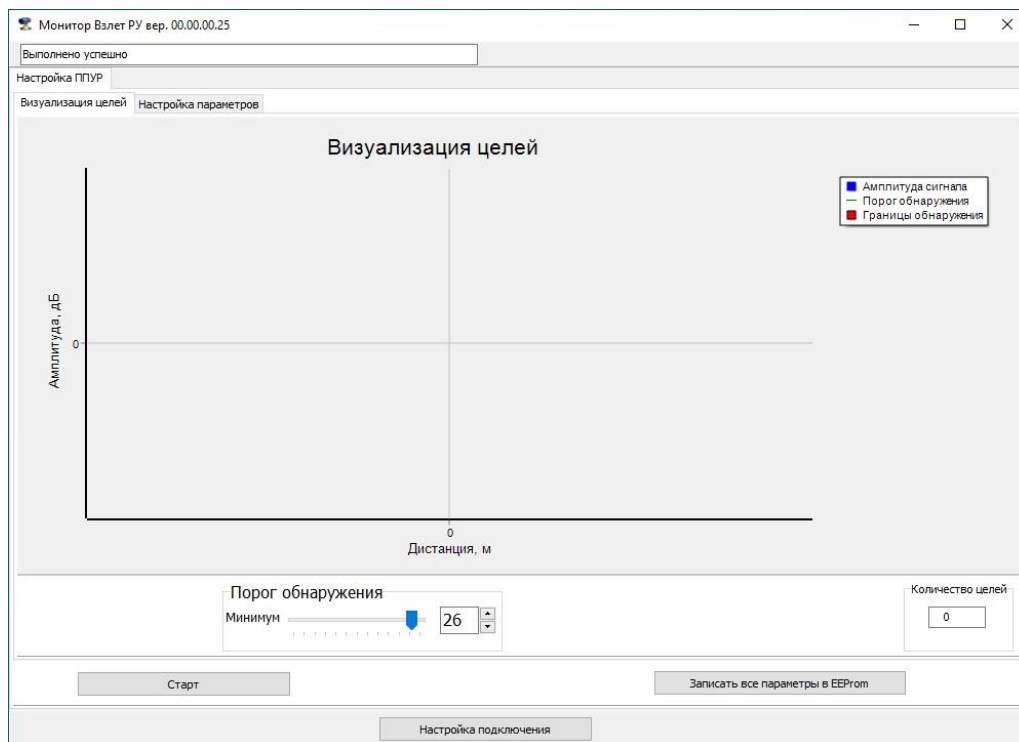
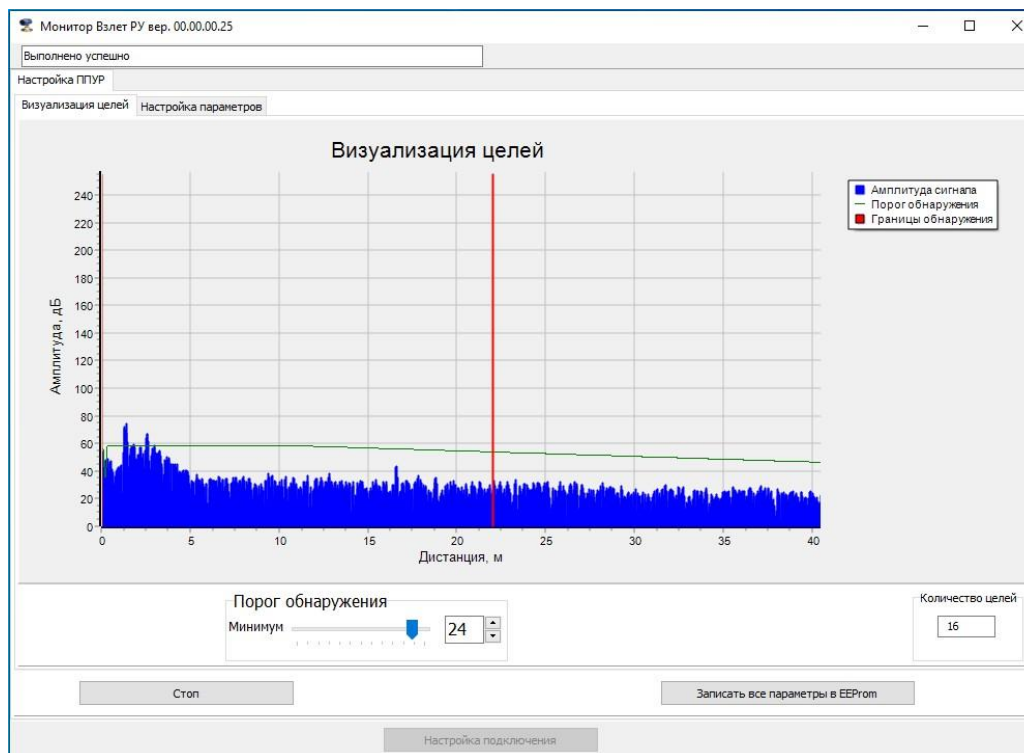

Рис.23 - Окно «**Визуализация целей**».
Рис.24 - «Шумовая дорожка».
7.7.2 После успешного подключения откроется окно «**Визуализация целей**» (рис.23). Для начала процесса измерений нажмите кнопку «**Старт**», начнется процесс отображения измерений, как приведено на рис.24.
7.7.3 На рис.24 приведена «шумовая дорожка», характеризующая спектр получаемого отраженного радарного СВЧ-сигнала. По оси «X» отложена дистанция до измеряемой среды с дискретностью 4 см, по оси «Y» – амплитуда сигнала в дБ.